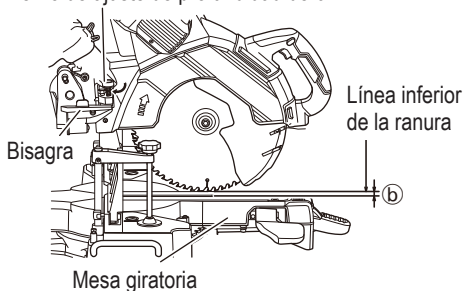

Fig. 53
- (1) Baje el cabezal del motor y rote el perno de ajuste en profundidad de 6 mm con la mano, tal y como se muestra en la Fig. 53. (Donde la cabeza del perno de ajuste en profundidad de 6 mm entra en contacto con la bisagra.)